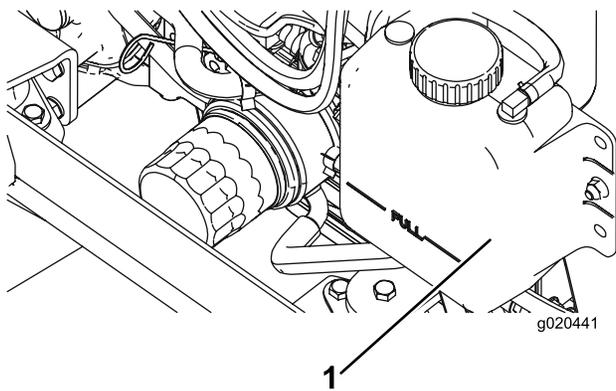

Рисунок 97
1. Осторожно снимите крышку радиатора и крышку расширительного бачка (Рисунок 97).